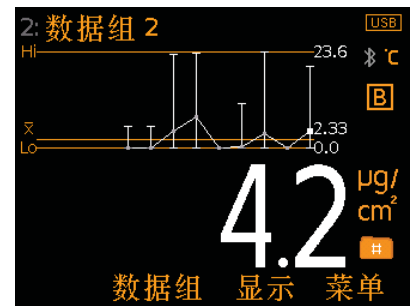

图4: 趋势图和读数×1
- 趋势图(图4); 趋势图的最后20个测量, 每次读取后自动更新.